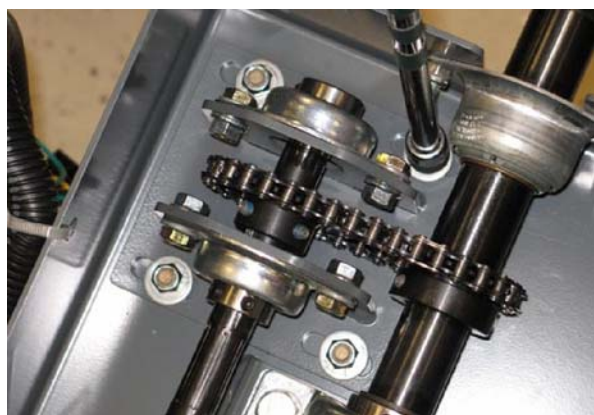

FIG. 24
20. Desserrez la visserie de fixation de l'assemblage soudé de plaque de soutien au profilé de montage de direction. (Fig. 24)